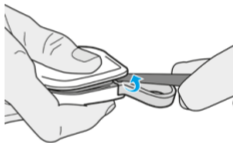

fig. 4b
2. Ensuite, tournez lentement et fermement les deux parties du boîtier - fig. 4b.